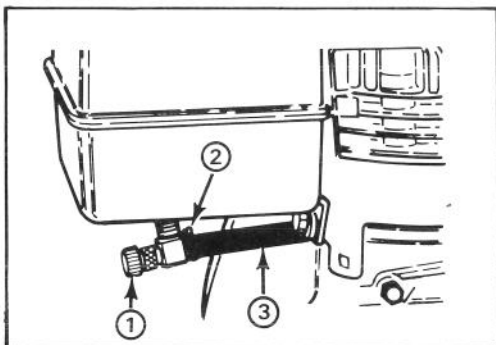

Figure 21
1. Fermez la valve d'arrêt de carburant située sous le moteur (fig. 21).
3. Desserrez les colliers de serrage fixant le tuyau de carburant à la valve et faites glisser ce tuyau pour le dégager de la valve (fig. 21).